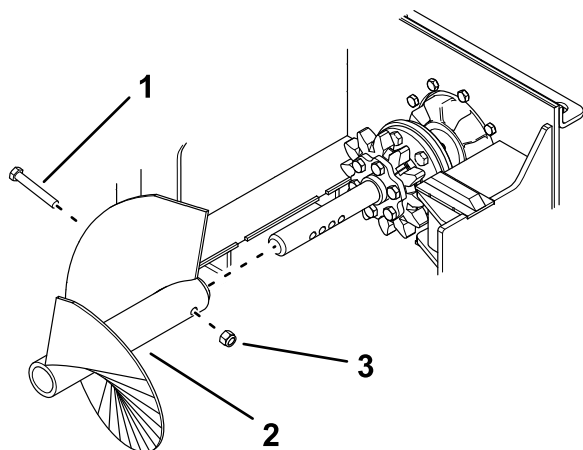

Figure 4
1. Retirez le boulon et le contre-écrou qui fixent la vis sans fin de déblayage et déposez la vis sans fin (Figure 4).